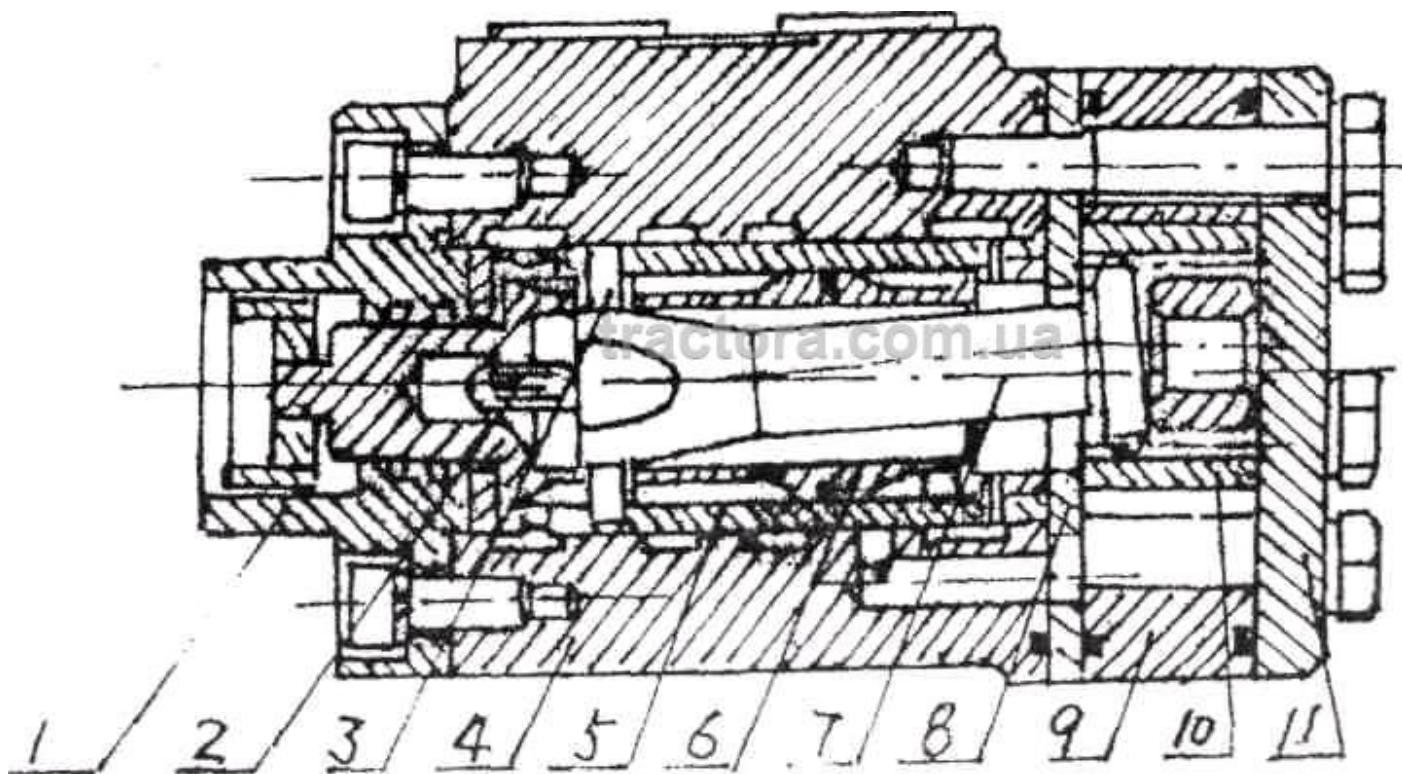

Рис.11. Схема гидравлического рулевого механизма.
а) Структура гидравлического рулевого механизма показана в Рис. 11. Ротационный клапан сервопривода, состоит из клапана (7), втулки клапана (6) и корпуса клапана (5), контролирует направление потока гидравлического масла. Статор (9) и ротор (10) составляют пару циклоидального зубчатого зацепления, которое функционирует как клапан управления потоком, который перегоняет гидравлическое масло в управляющий цилиндр, где находится в непосредственном соотношении с углом поворота рулевого колеса. Сцепление стержня (8) передаст вращающий момент.